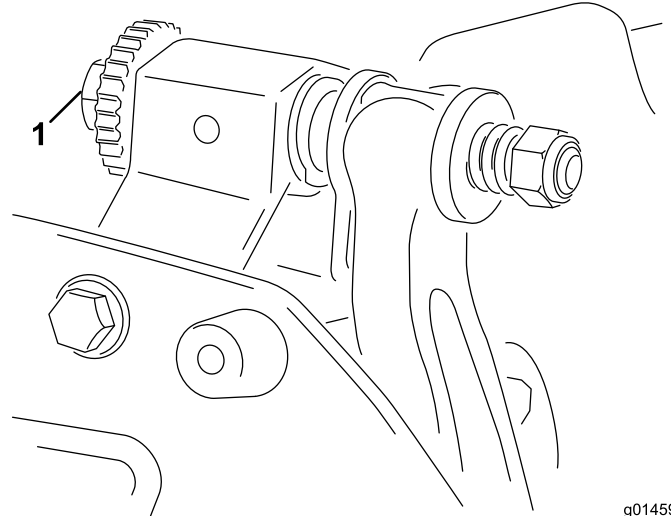

Bild 9
- A. Drehen Sie die Einstellschrauben des Untermesserträgers um jeweils eine Kerbe nach rechts, **Bild 9** bis Sie leichten Kontakt spüren und hören.